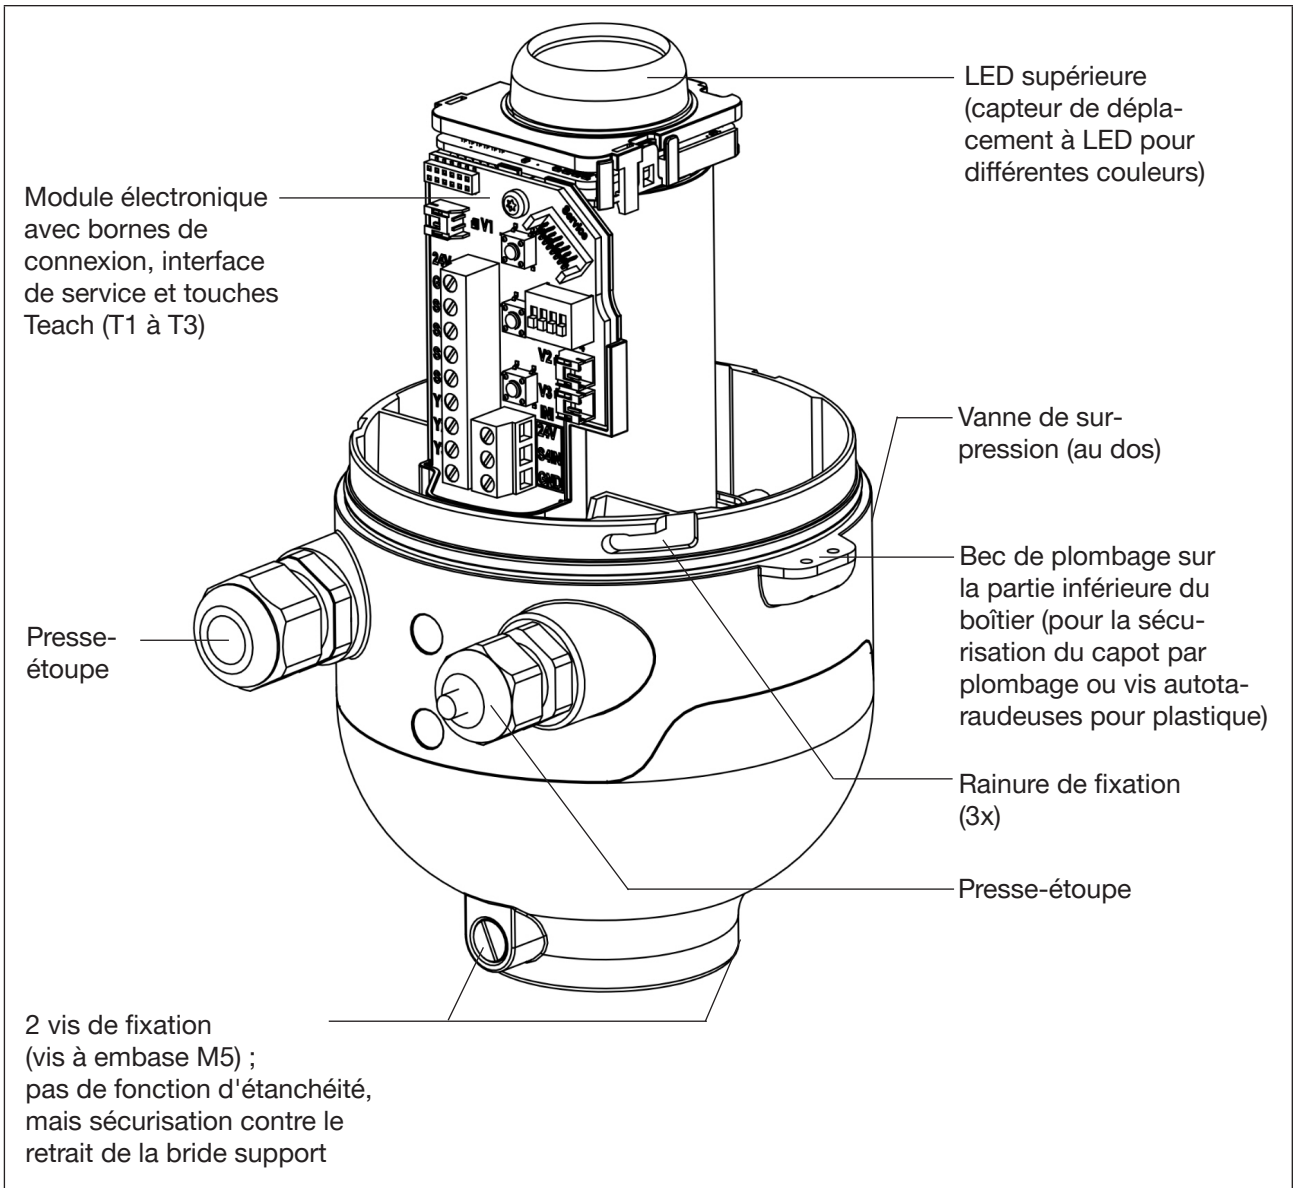

Figure 2 : Structure d'un indicateur de position (IntelliTop 2.0 sans électrovannes)
*) En absence de l'une des électrovannes, le raccord doit être obturé de manière étanche avec un recouvrement de protection. Les versions de tête de commande sans électrovannes (c.-à-d. « indicateur de position ») sont dépourvues de raccords pneumatiques sur le boîtier, cf. « Figure 2 » et chapitre « 5.3.4 Nombre d'électrovannes » à la page 18.